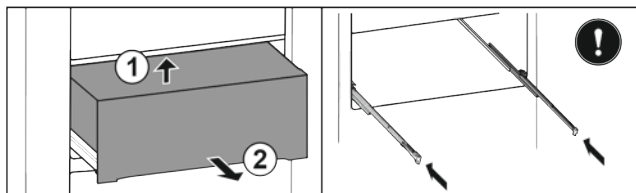

Fig. 29*
- ▶ Поднимите выдвижной ящик сзади снизу Fig. 29 (1).*
- ▶ Извлеките движением вперед Fig. 29 (2).*